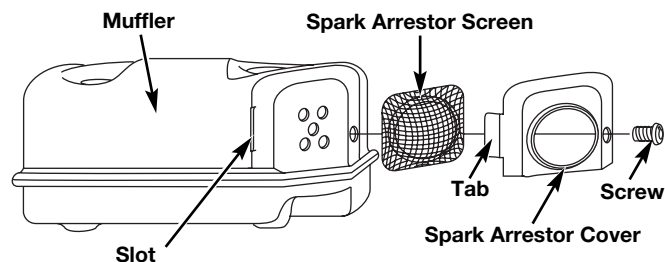

Fig. 37
2. Retirez la vis retenant le couvercle du pare-étincelles au silencieux à l'aide d'un tournevis à lame plate ou à mèche no. T-20 Torx (Fig. 37).